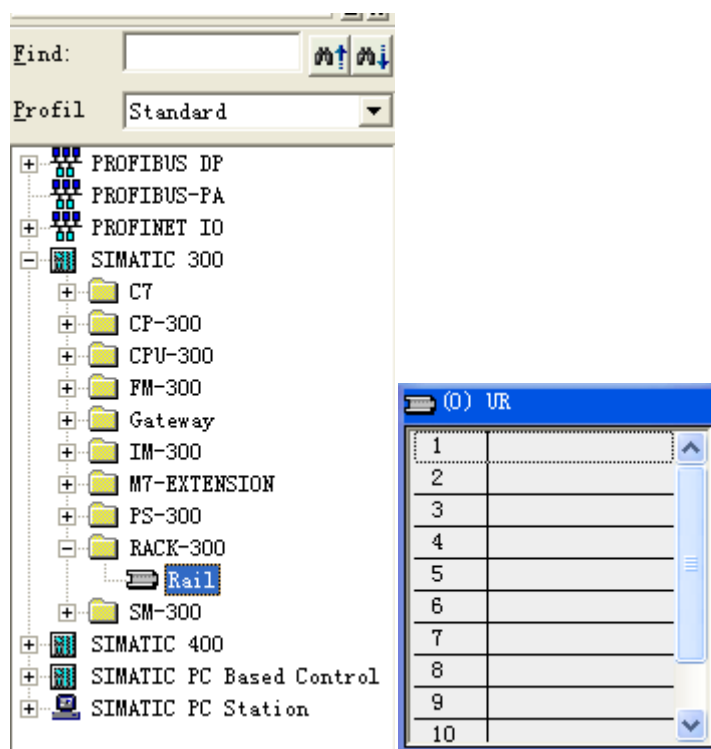

图 1.1.5 添加支架
(5) 在该界面下进行 300 的硬件设备选择和配置操作。首先在右侧设备栏中选择一个 S7-300 的支架，双击打开，打开后在左侧回出现一个支架图形，如图 1.1.5 所示。